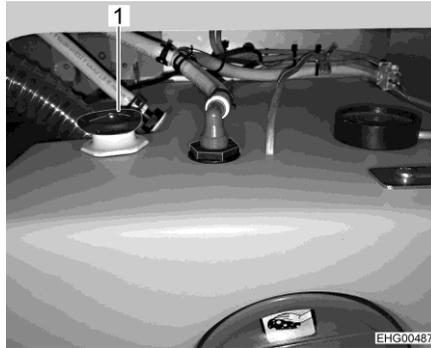

Fig. 44 Serbatoio dell'acqua con maniglia girevole
- Sul serbatoio dell'acqua ruotare la maniglia girevole (Fig. 44,1) in senso antiorario, oltre la resistenza verso l'esterno fino all'arresto, per aprire completamente l'apertura di scarico.